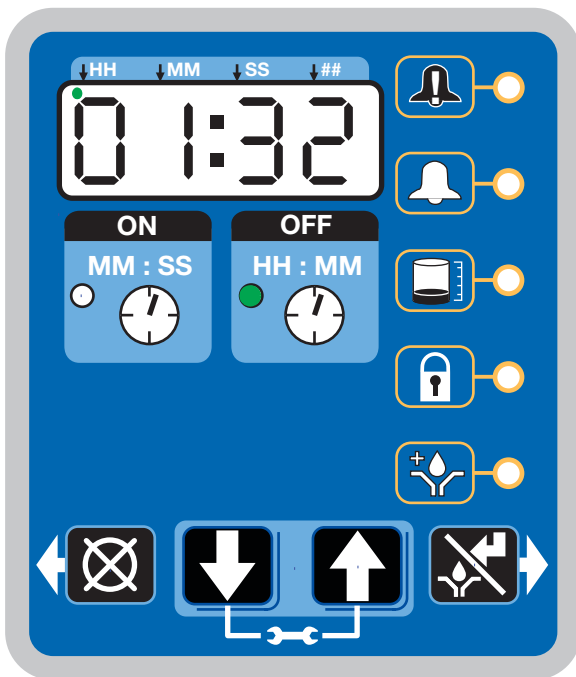

FIG. 32
Una vez completada la configuración, la bomba G5 comienza automáticamente a ejecutar la secuencia de tiempo OFF (Fig. 32).
- El ejemplo mostrado en la FIG. 32 indica un tiempo OFF de 1 hora y 32 minutos antes del inicio del ciclo de lubricación.
- Cuando el recuento de tiempo ON llega a cero, la bomba vuelve a desconectarse y el sistema ejecuta nuevamente el ciclo de tiempo OFF y el LED de tiempo OFF vuelve a encenderse (Fig. 32).